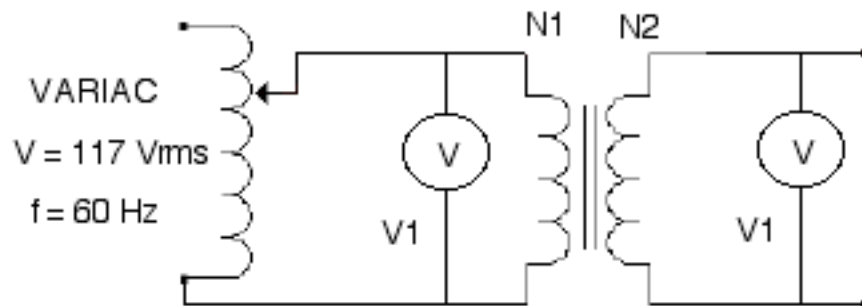

Figura 10.1. Circuito para obtener la relación de vueltas del transformador
11.- Para obtener la relación de vueltas (a), monte el circuito de la figura 10.1.